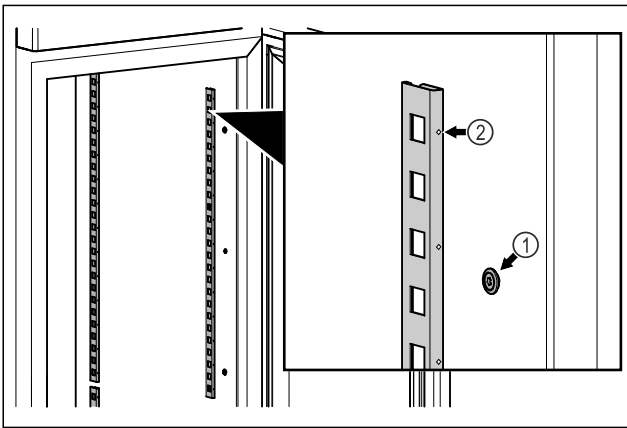

Fig. 17 例图
- ▶ 让止动条挂在悬挂装置 Fig. 17 (1) 上。标记 Fig. 17 (2) 必须指向前方。